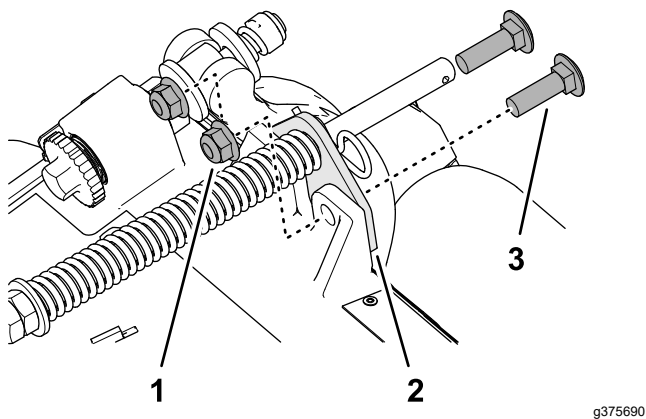

Figura 17
2. Îndepărtați cele 2 contrapiulie cu guler ($\frac{3}{8}$ ") i cele 2 uruburi de fixare ($\frac{3}{8}$ " x $1\frac{1}{4}$ ") care fixează suportul de compensare pentru gazon pe cadrul unității de tăiere (Figura 17).